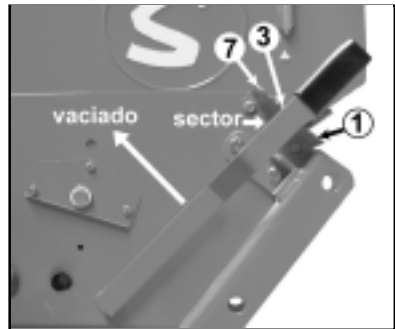

fig. 10
- Nº 1, para semillas finas (fig. 10)
- Nº 3, para trigo y cebada (fig. 10)
Para vaciar la tolva se coloca la bandeja debajo de los dosificadores y se corre la palanca totalmente hacia delante más allá del nº 7. (fig. 10)